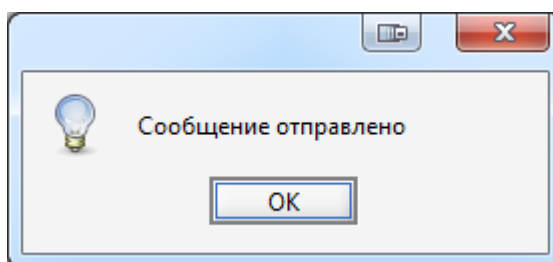

Рисунок 45 — Сообщение об успешной отправке обращения.
5. Кнопка «Отправить». После заполнения всех полей формы обращения нажмите кнопку «Отправить». В случае успешной отправки обращения Системой будет сгенерировано соответствующее сообщение (рисунок 45). Аналогичным образом Система проинформирует об ошибках при отправке.